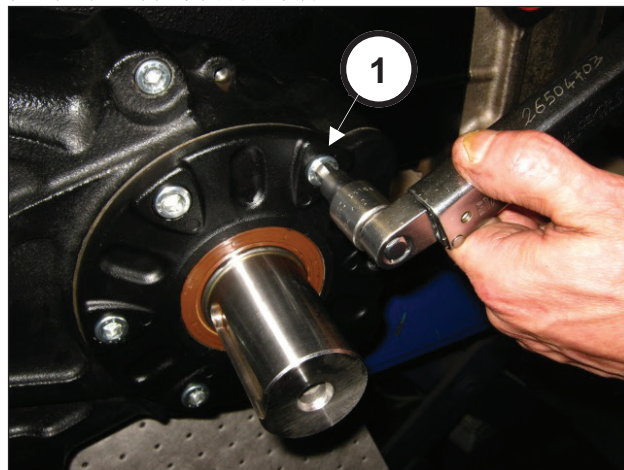

图 82
拧紧6个M10x25螺栓（①，图 82）。利用扭力扳手调节螺栓，如第3 螺栓紧固调节章所述。